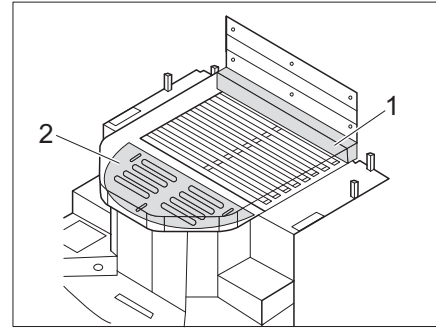

Fig. 183 Lit avec rallonge de matelas (avec matelas supplémentaire et plateau télescopique)
- Installer un matelas supplémentaire (Fig. 183,1) à l'avant du lit Queen.
- Déployer le plateau télescopique (Fig. 183,2).